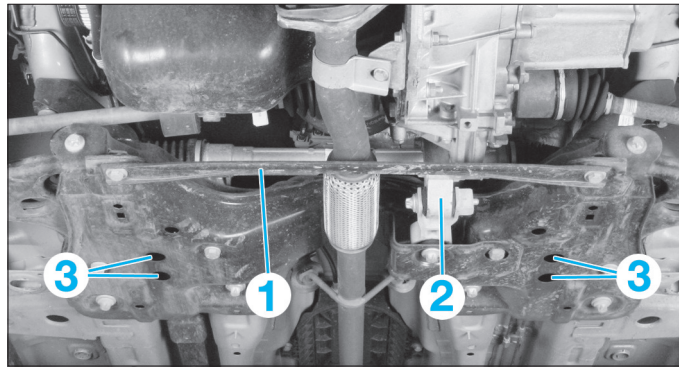

FIG. 7
- le renfort (1) du train avant (Fig.7).
- le tirant anti-basculement (2).
- les vis de fixation (3) des paliers élastiques de la barre stabilisatrice sur le berceau.